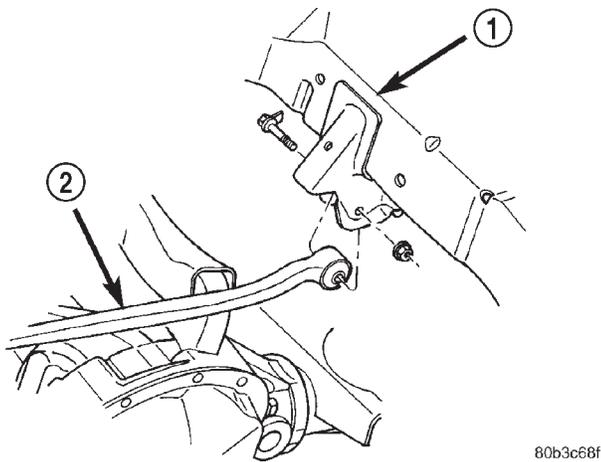

Abb. 12 Halterung des Panhardstabs am Längsträger
(1) Fahrzeug anheben und sicher abstützen.
(2) Mutter und Schraube von der Halterung am Längsträger abschrauben (Abb. 12).